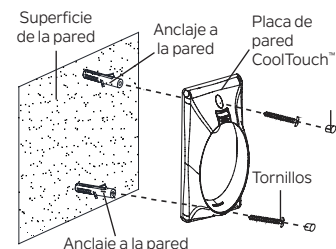

Figura 29a
tornillos provistos. Inserte los dos tapones de plástico en la placa de pared. (Figura 29a)
Paso 2. Utilice los anclajes para paneles de yeso y los tornillos proporcionados para terminar la instalación. (Figura 29a)